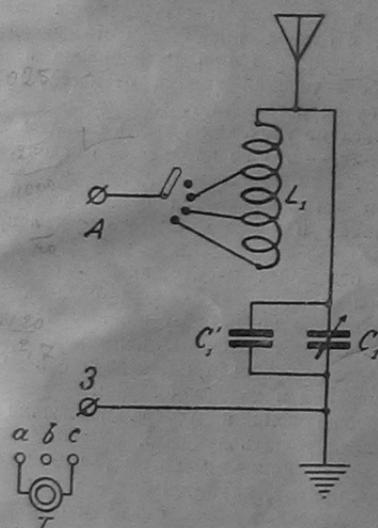

Рис. 10. Осуществление регенера-
**Однодетекторный приемник — регенератор.** К зажимам А и З присоединяют колебательный контур, осуществляющийся по схеме рис. 10. Телефон, служащий одновременно и для приема, включается в гнезда  $a$  и  $c$ . Схема такого приема аналогична схеме рис. 7 стр. 126. В этом случае железный сердечник катушки  $L$  должен быть из нее вынут